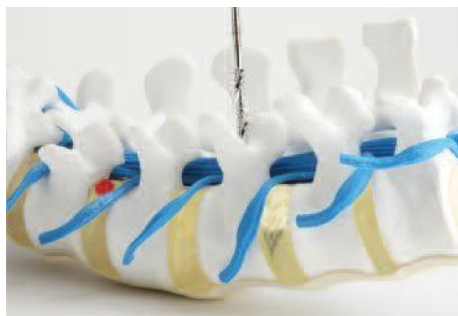

Figura 4
d. Se for preferido o macheamento com tarraxa, pode ser usada a tarraxa apropriada para preparar o pedículo para inserção do Parafuso. (Figura 4) Os tamanhos de tarraxa correspondem ao diâmetro do Parafuso e são marcadas a laser (40mm, 45mm, 50mm, 55mm e 60mm). As Tarraxas podem ser utilizadas com a Chave com Catraca de Cabo Reto ou a Chave com Catraca com Cabo em “T”.